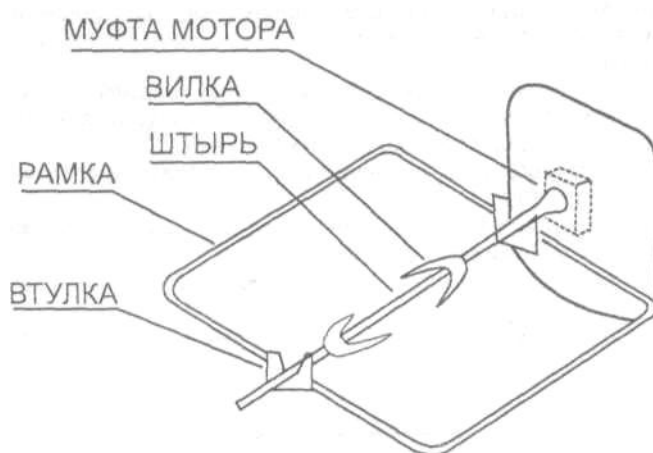

Рис. 7
- ✚ Далее необходимо надеть на штырь вертела (рис. 7) приготовленное для жаренья мясо или тушку птицы, зажать ее съемными вилками, застопорить вилки с помощью винтов, затем штырь вертела положить на опоры рамки.